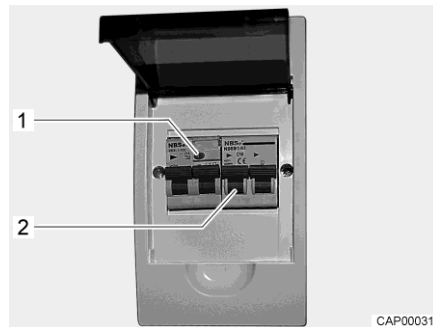

Bild 52 230-V-Sicherungskasten mit Leitungsschutzschalter und FI-Schalter
Ein Fehlerstrom-Schutzschalter (FI-Schalter) im Sicherungskasten sichert das gesamte Fahrzeug gegen Fehlerstrom (0,03 A) ab. Der nachgeschaltete Leitungsschutzschalter (10 A) (Bild 52,2) sichert das 230-V-Bordnetz ab.
- Wenn das Fahrzeug an die 230-V-Versorgung angeschlossen ist, die Prüftaste (Bild 52,1) drücken. Der Fehlerstrom-Schutzschalter muss auslösen.